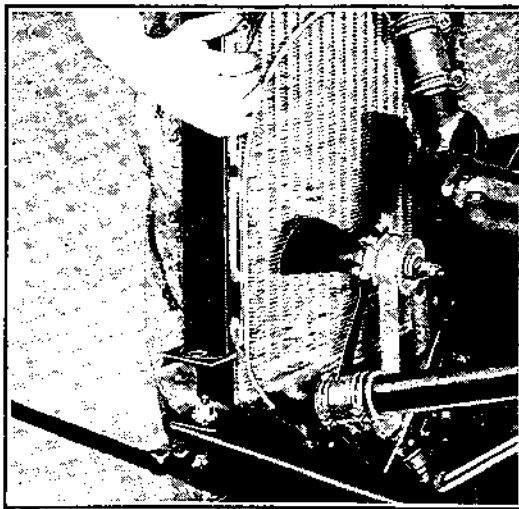

Fig. 21
- e) Enlever le radiateur, les cuvettes inférieures et les ressorts. (Voir fig. 21.)